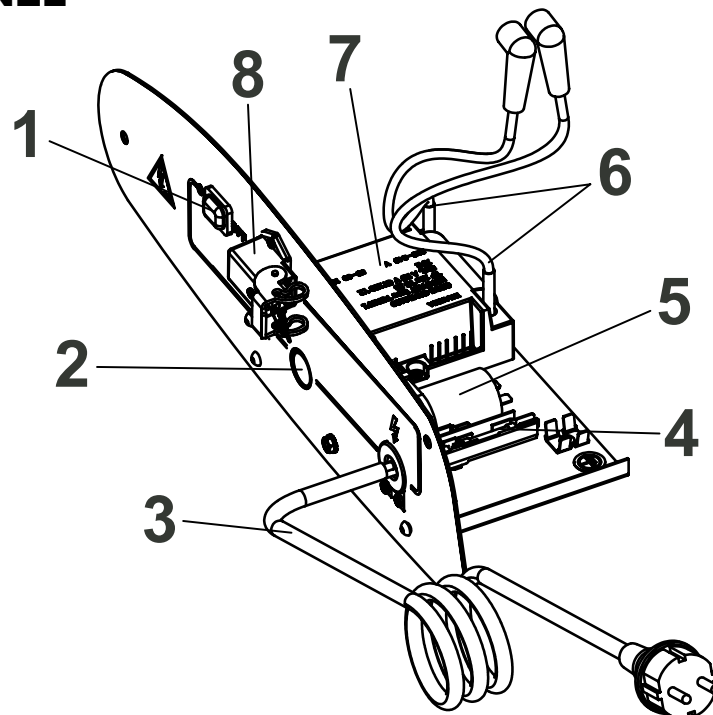

Fig. 2
- Nastaviť vypínač 1 (Fig. 2) do polohy ON, čím sa zapne ventilátor a po niekoľkých sekundách sa začne spaľovanie.
Pri prvom použití prístroja alebo po úplnom vyprázdnení olejovej sústavy môže nastať oneskorenie v prítoku oleja do trysky, čo vyvolá reakciu signalizácie kontroly horenia plameňa, ktorá vypne generátor. V takomto prípade počkajte 1 minútu a stlačte tlačidlo manuálneho spúšťania a zariadenie sa spustí znovu 2 (Fig. 2).
2. Stlačte tlačidlo manuálneho spúšťania 2 (Fig. 2);
Zariadenie vypnete z prevádzky posunutím vypínača 1 (Fig. 2) do polohy „OFF“. Plameň zhasne a ventilátor sa bude naďalej otáčať pokiaľ sa úplne neochladí spaľovacia komora.
Generátor je vybavený elektronickým systémom kontroly horenia plameňa. Ak tento systém zaznamená jednu alebo niekoľko nepravidelností prevádzky zablokuje prístroj a rozsvieti sa kontrolka manuálneho spúšťania 2 (Fig. 2).